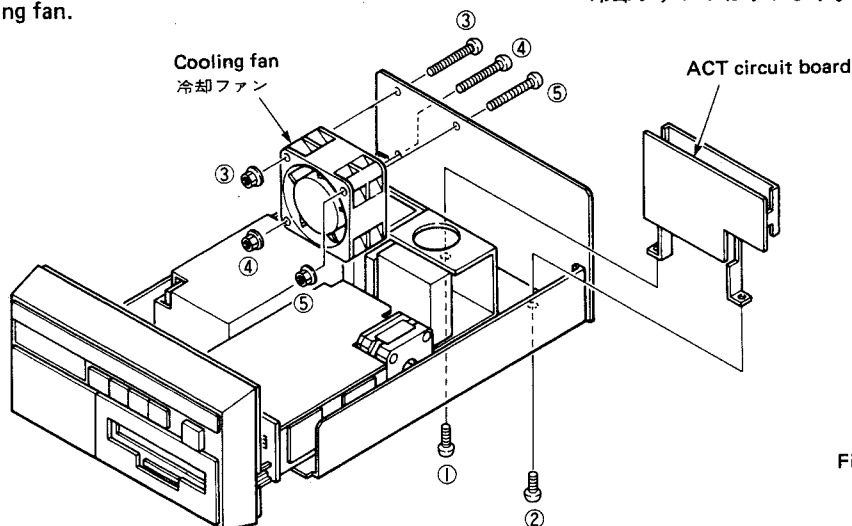

Fig. 3
b) Unscrew screws ① and ② to remove ACT circuit board (See Fig. 3)
b) 図3に示すネジ①、②をはずせば、ACTシートがはずれます。
b) 図3に示すネジおよびフランジナット③～⑤をはずせば、冷却ファンがはずれます。